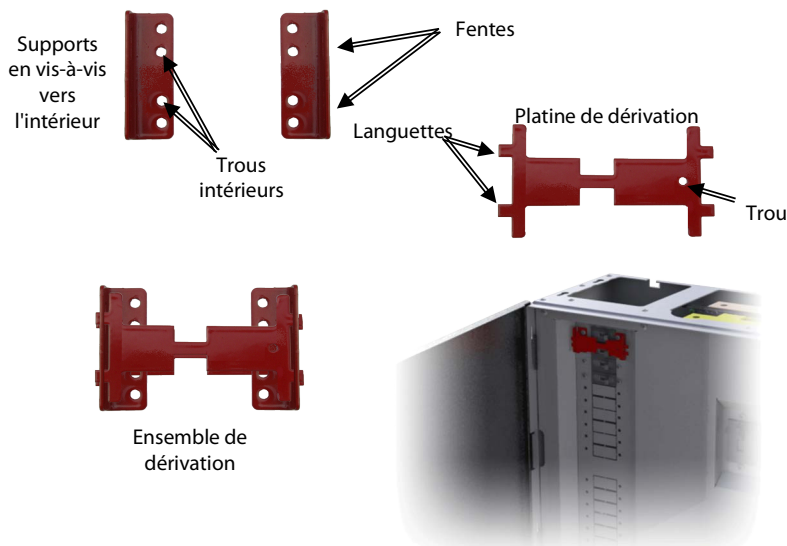

Figure 4 Installation de la dérivation mécanique
2. Placez les supports de dérivation rouges sur les trous des vis pour les deux pôles supérieurs du disjoncteur. Placez les supports en vis-à-vis vers l'intérieur comme illustré à la Figure 4. Alignez les trous intérieurs des supports avec ceux des disjoncteurs.